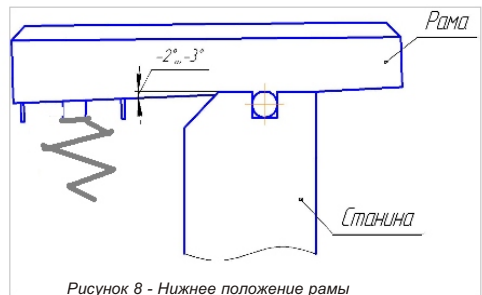

Рисунок 8 - Нижнее положение рамы
**Выставка рамы в нижнем положении** производится, аналогично, только рама предварительно опускается вниз на  $-2^{\circ} \dots -3^{\circ}$  (Рисунок 8).